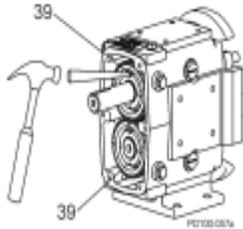

Ilustración 63. Doble la lengüeta de bloqueo en las arandelas de seguridad
- Doble la lengüeta de bloqueo de las arandelas de seguridad en las ranuras de la tuerca de bloqueo y fije la tuerca de seguridad del engranaje en su sitio (Ilustración 63).